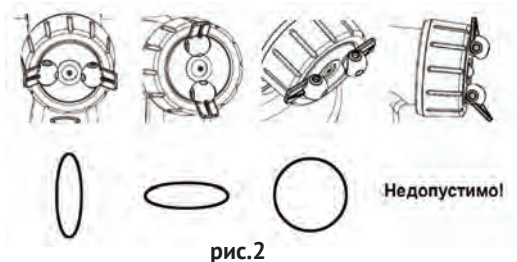

рис.2
- настройка факела осуществляется поворотом лепестков регулятора факела (рис.1 поз.9) и регулятором расхода (рис.1 поз.6). Для более густых и тяжёлых латексных красок используйте штатную дюзу 1,8 мм. Если краска слишком жидкая, при большом расходе краски, или же она плохо распыляется, попробуйте использовать дюзу меньшего размера или отрегулируйте расход материала регуляторами расхода и факела. Настройка факела лепестками регулятора (рис.1 поз.9) показана на рис.2.